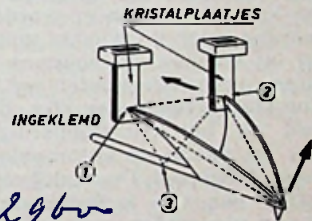

Fig. 55
Een geheel afwijkend en zeer bijzonder scheidings-systeem is door de Am. Columbia ontwikkeld (zie fig. 55). De aan een zijde ingeklemd naaldhouder is voorzien van twee vleugels en is van zodanige lengte dat het virtuele buigpunt (3) van de naaldbuis, tezamen met de uiteinden (1) en (2) aan de vleugels ligt in een vlak loodrecht op de hartlijn door deze buis. Een aandrijving van de naaldpunt in de richting van de pijl zal het vlak 1-2-3 doen kantelen om de ribbe 1-3 en het punt (2) beweegt zich naar achteren. Hiermee kan een buig-kristal worden aangedreven.